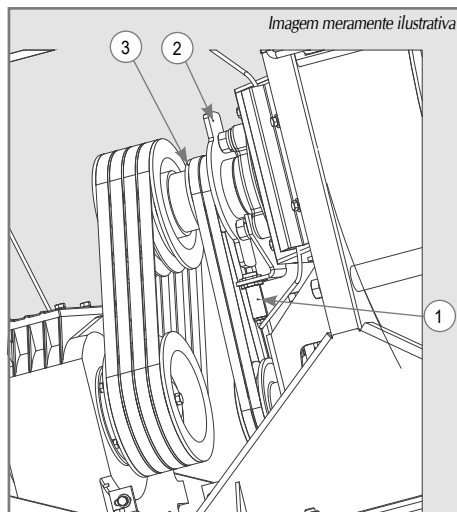

Figura 23
Instalado no conjunto do mancal, o sensor de rotação (1) é responsável em ler a rotação do eixo do disco conforme Figura 23.